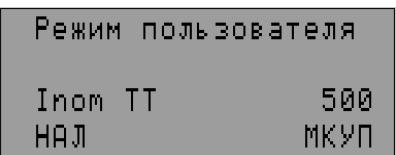

Рисунок 5.6 – Экран изменения параметра в режиме Уровень пользователя
- 3) нажать кнопку **Установка** (рис.5.6)
Если в четвертой строке индикатора есть надпись "НАЛ" (рис. 5.6), то изменение значения параметра в режиме **Уровень пользователя** запрещено и в этом случае его можно изменить только в режиме **Уровень наладчика**.